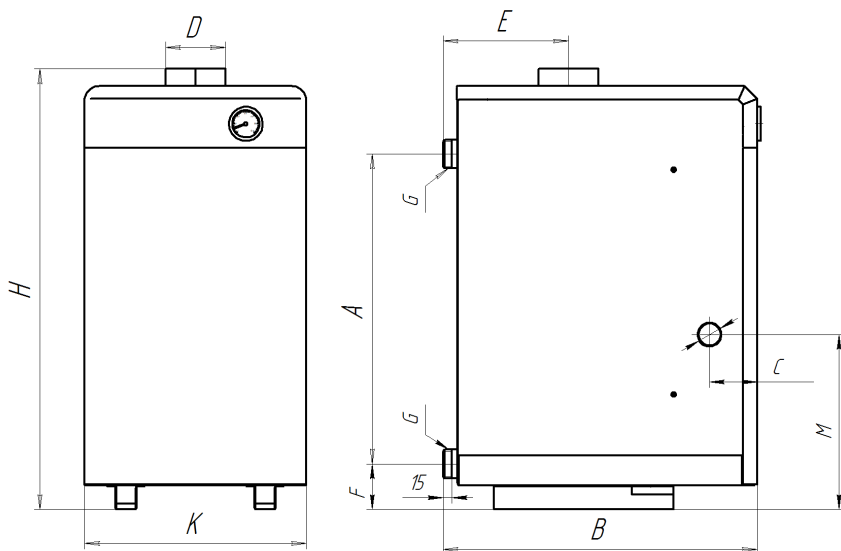
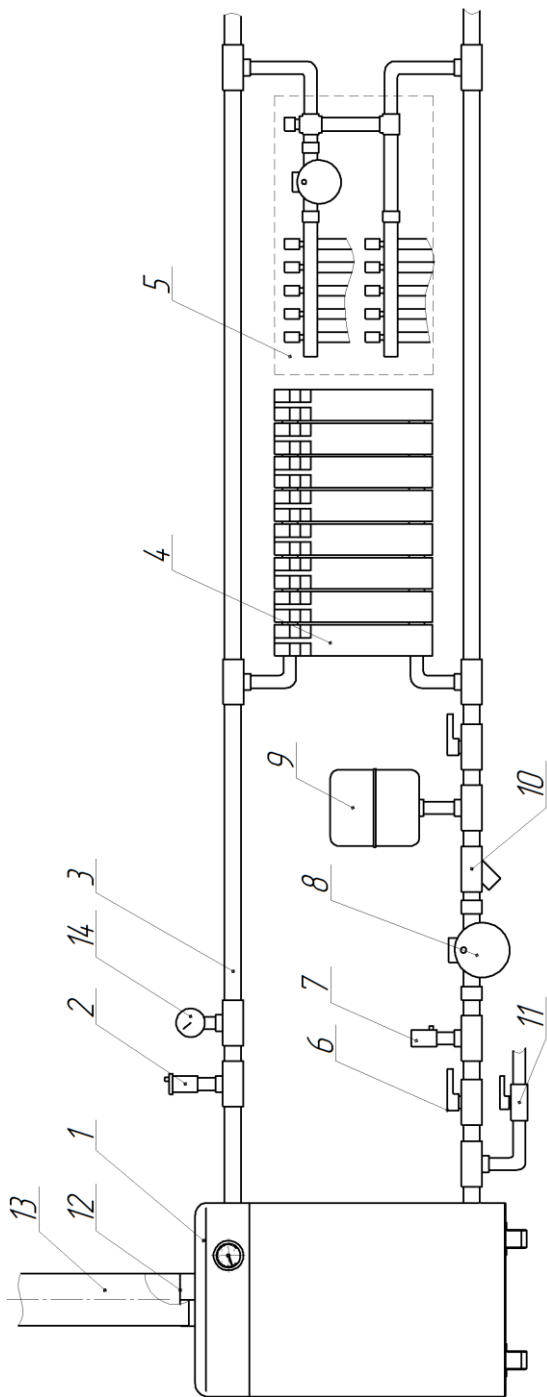
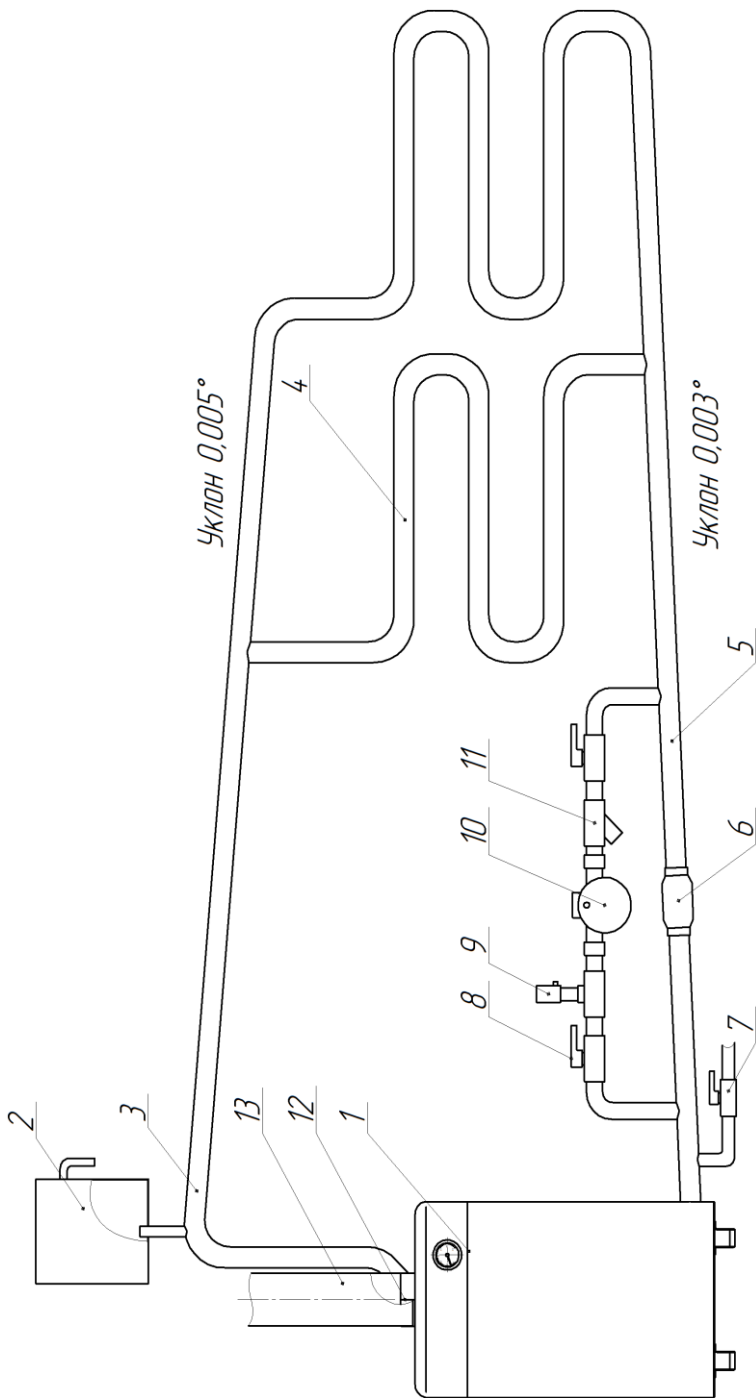

Рис. 3 Габаритные размеры котла
Рис.4 Рекомендуемая схема закрытой системы отопления
Рис.5 Рекомендуемая схема открытой системы отопления
- 8.4. Система должна быть полностью заполнена теплоносителем, автоматический вывод воздуха происходит по средствам воздушного клапана (поз.2 рис.4), вывод воздуха из радиаторов отопления (поз.4 рис.4) осуществляется вручную при заполнении системы и перед началом отопительного сезона. В открытой системе отопления вывод воздуха происходит через расширительный бак (поз.2 рис.5).
- 8.5. Смесительно-распределительный узел системы «теплый пол» (поз.5 рис.4) позволит более четко контролировать температуру теплоносителя во всех ветках системы.
- 8.6. Подготовка циркуляционного насоса (поз.8 рис.4; поз.10 рис.5) к работе и его техническое обслуживание:
- 8.7. При работе системы отопления краны (поз.6 рис.4) на трубопроводе должны быть открыты.
- 8.8. В обратный трубопровод отопления присоединяется расширительный бак закрытого типа (поз.9 рис.3). Подбор расширительного бака необходимо вести с учетом объема теплоносителя в котле плюс в отопительной системе, принять бак объемом не менее 10% от этой суммы. Установку бака открытого типа (поз.2 рис.5) рекомендуется осуществлять в подающий трубопровод.
- 8.9. Обязательно в закрытую систему установить предохранительный клапан (поз.7 рис.4) с величиной срабатывания не более 0,2 МПа и манометр (поз.14 рис.4), допускается установка компонентов в составе группы безопасности.
- 8.10. Для заполнения и подпитки системы к обратному трубопроводу подвести трубопровод от водопровода холодной воды с установкой вентиля (поз.11 рис.4; поз.7 рис.5).
- 8.11. При первом заполнении системы по показанию манометра (поз.14 рис.4) наберите давление 0,05-0,1 МПа,
при работе и нагреве котла это число возрастет. При заполнении открытой системы следите за уровнем теплоносителя в расширительном баке (поз.2 рис.5), уровень должен составлять 1/3 объема бака, при нагреве уровень увеличится.
Примечание: Автоматический переход с принудительной на естественную циркуляцию теплоносителя произойдет в случае установки под байпас обратного клапана (поз.6 рис.5), если установлен вентиль, то переход осуществляется открытием вентиля.
- 9.1. При присоединении дымоотводящего канала к котлу, труба (поз.13 рис.4) должна плотно одеваться на обечайку (поз.12 рис.4) дымохода котла. Допускается уплотнить щель огнестойким материалом (глина, базальтовый картон и т.п).